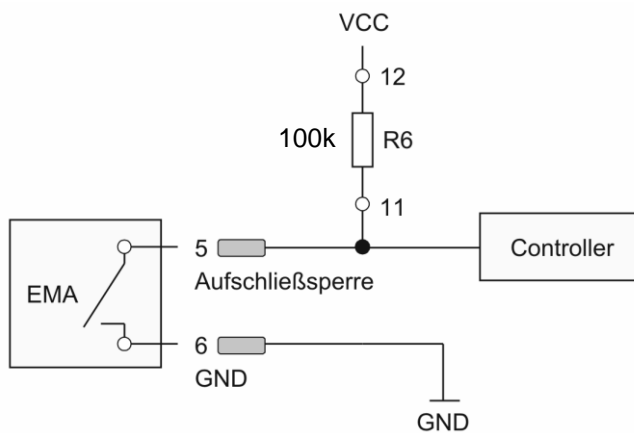

Abb. 5.16: EMA – Aufschließsperre, Anschlussplan
- b) Potentialfreier Schaltkontakt (*Abbildung 5.16*)